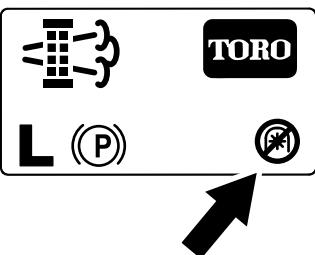

Рисунок 55
**Примечание:** На главном экране отобразится значок «ВОМ выключен» (Рисунок 55).
**Примечание:** На главном экране отобразится значок «ВОМ выключен»; см. Рисунок 55 в разделе Сообщения о стационарной регенерации \(страница 55\).